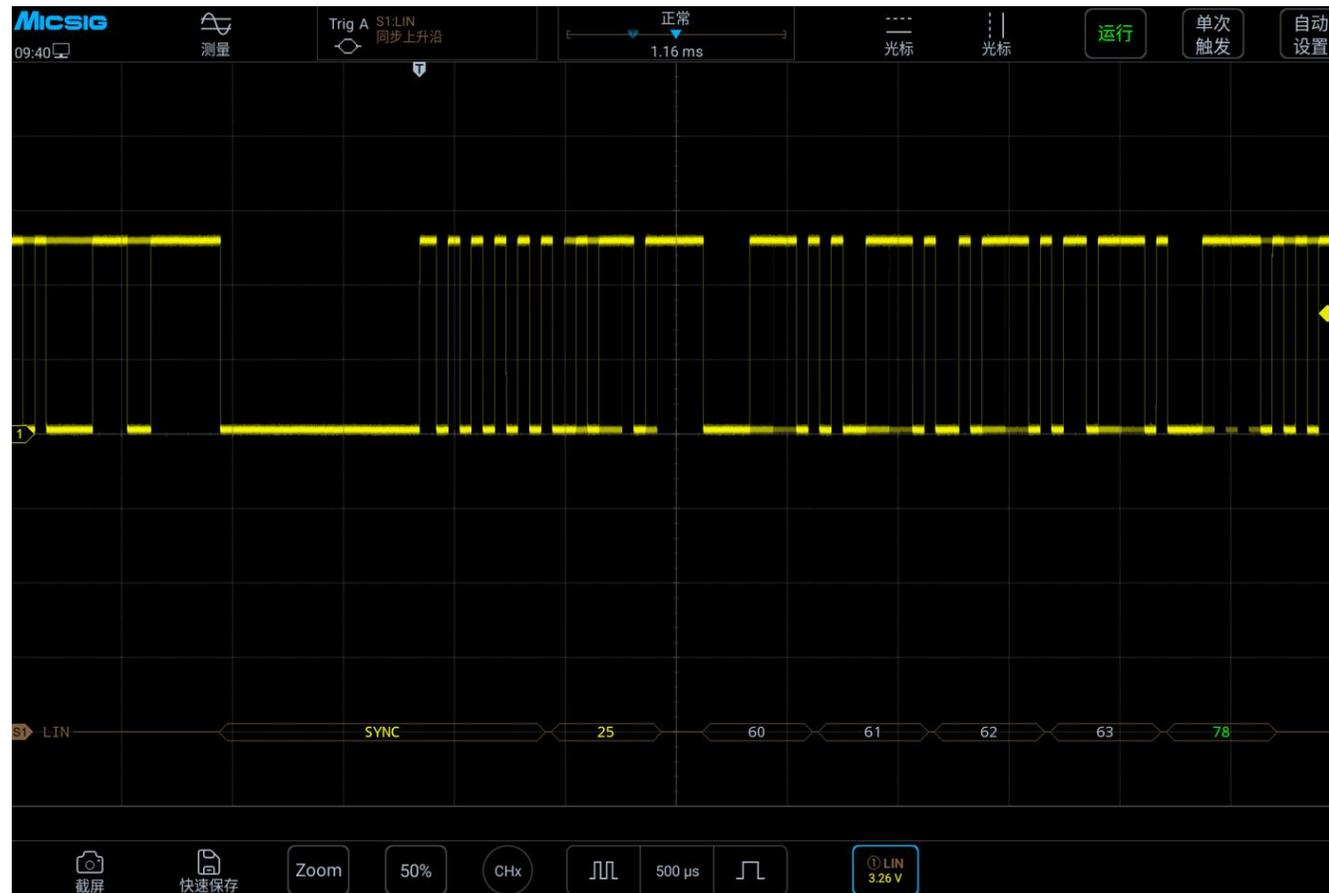

图 12-12 LIN 总线解码结果
- (1) 轻点 S1 打开解码通道，再次点击打开总线配置菜单；
- (2) 选择总线类型为“LIN”，依次点选“Ch1”“空闲高”“19.2kb/s”，然后关闭菜单；
- (3) 打开触发方式配置菜单，点选“同步上升沿”；
- (4) 点按 ，打开解码通道阈值电平调节框，上下拖动调节框可以调节阈值电平；根据信号的幅值电平调节阈值电平使信号稳定触发。LIN 触发图形界面见图 12-12：